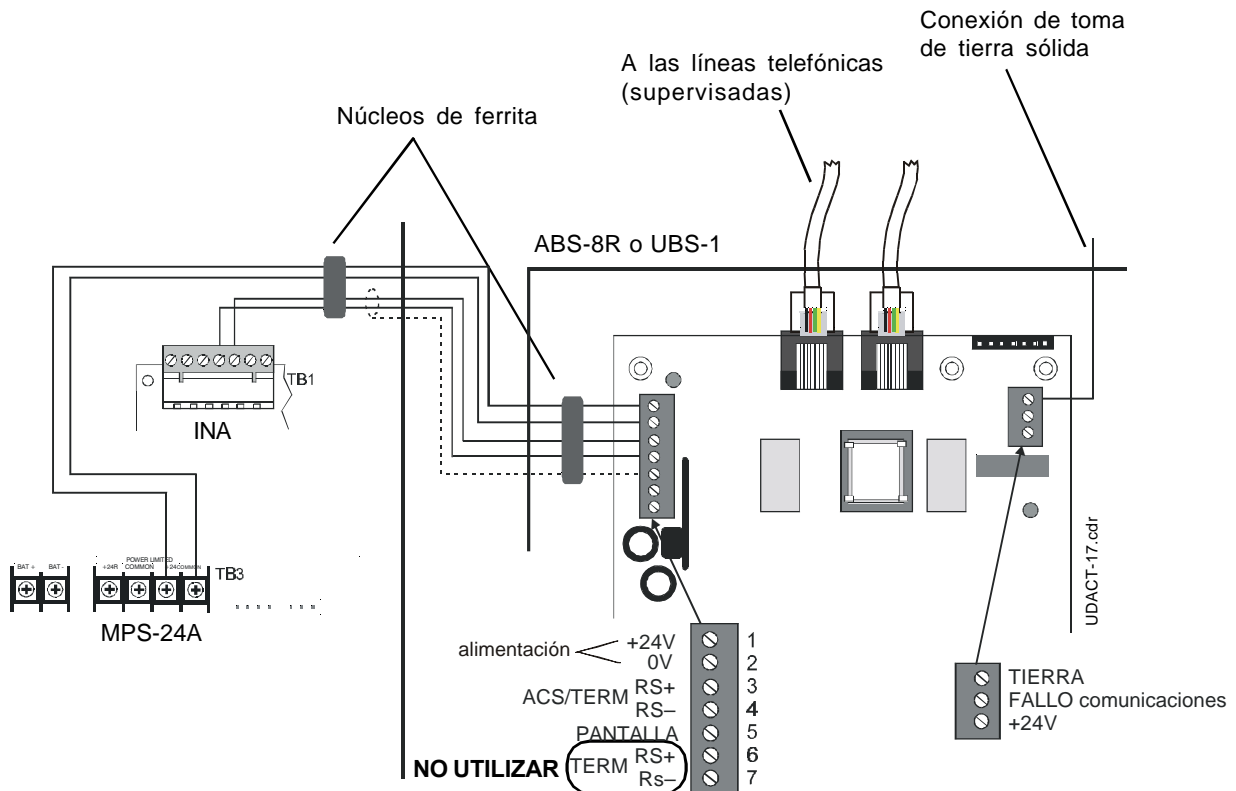

Figura 26. UDACT e INA con MPS-24A
3. No es necesario utilizar cable apantallado (a menos que lo requieran las normas locales). Si utiliza cable apantallado, conecte únicamente un extremo de la pantalla: a) la pantalla se puede conectar a la cabina (toma de tierra) del panel de control o b) la pantalla se puede conectar al terminal 5 (pantalla) del TB1 en el UDACT, tal y como muestra la figura 26.